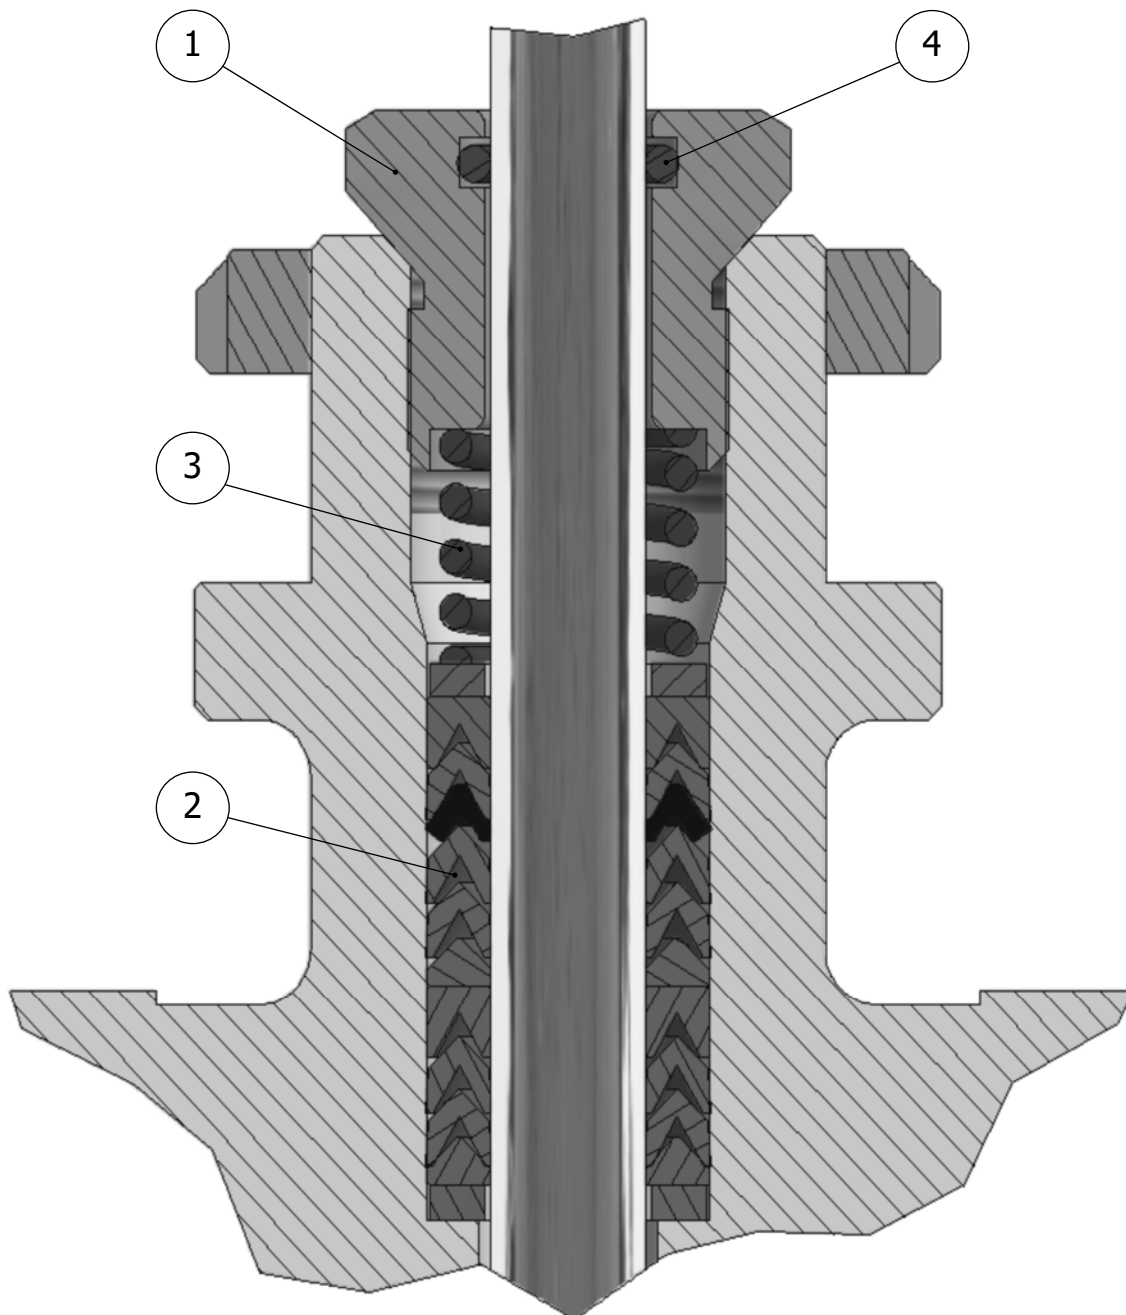

Abb. 8 Dichtungspaket Schaft "LL200"
Hier ist auf die ihrem Paketmodell entsprechende Abbildung (Abb.8) Bezug zu nehmen und wie folgt vorzugehen:
- ◆ Die Schraube (1) vollkommen aufschrauben.
- ◆ Den O-Ring (4) austauschen
- ◆ Die Feder (3) herausziehen.
- ◆ Das untere Dichtungspaket (2) herausziehen
- ◆ Das neue Paket wie in der Abb. 8 angegeben einführen
- ◆ Die Mutter (1) festziehen, ohne sie bis zum Anschlag zu bringen
- ◆ Die Mutter (1) wie in Kapitel 5 angegeben festziehen